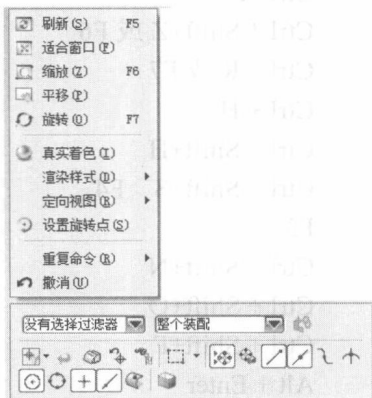

图 1-7 快捷菜单
① 滚动鼠标中键滚轮, 可以缩放模型: 向前滚, 模型缩小; 向后滚, 模型变大。此外, 按组合键“Ctrl+MB2”或“MB1+MB2”, 也可以缩放视图。
② 按住中键不放并移动鼠标, 可旋转模型。
③ 按组合键“Shift+MB2”, 移动鼠标可移动模型。
(3) 右键 (MB3)
① 在不同的位置, 单击鼠标右键, 弹出不同的快捷菜单, 在快捷菜单中可执行相关的操作。在绘图区, 单击鼠标右键, 弹出的快捷菜单如图 1-7 所示。